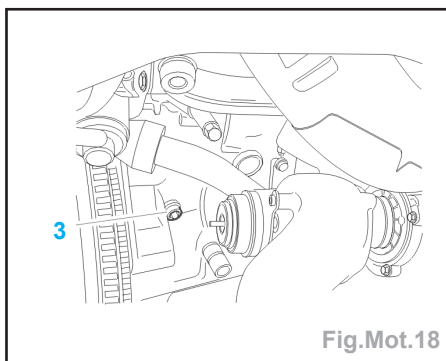

Fig.Mot.18
- Vidanger le moteur en déposant le bouchon (3) (Fig.Mot.18).